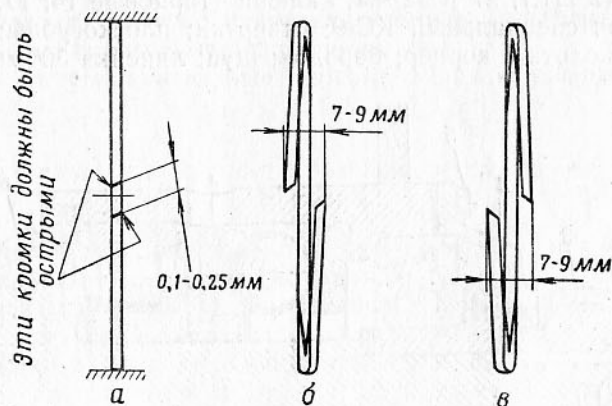

Рис. 26. Установка кольца для проверки зазоров:
- а) зазор в стыке колец (рис. 26, а), вставленных в обойму главного вала и крышку горловины ведущего вала, должен быть в пределах 0,1—0,25 мм, а по окружности — не более 0,04 мм;
личину 7—9 мм (рис. 26, б, в); разведенные кольца вставить в кольцевые канавки втулок и проверить прилегание кромок замка к торцовым поверхностям канавок (щуп 0,05 мм не должен проходить);